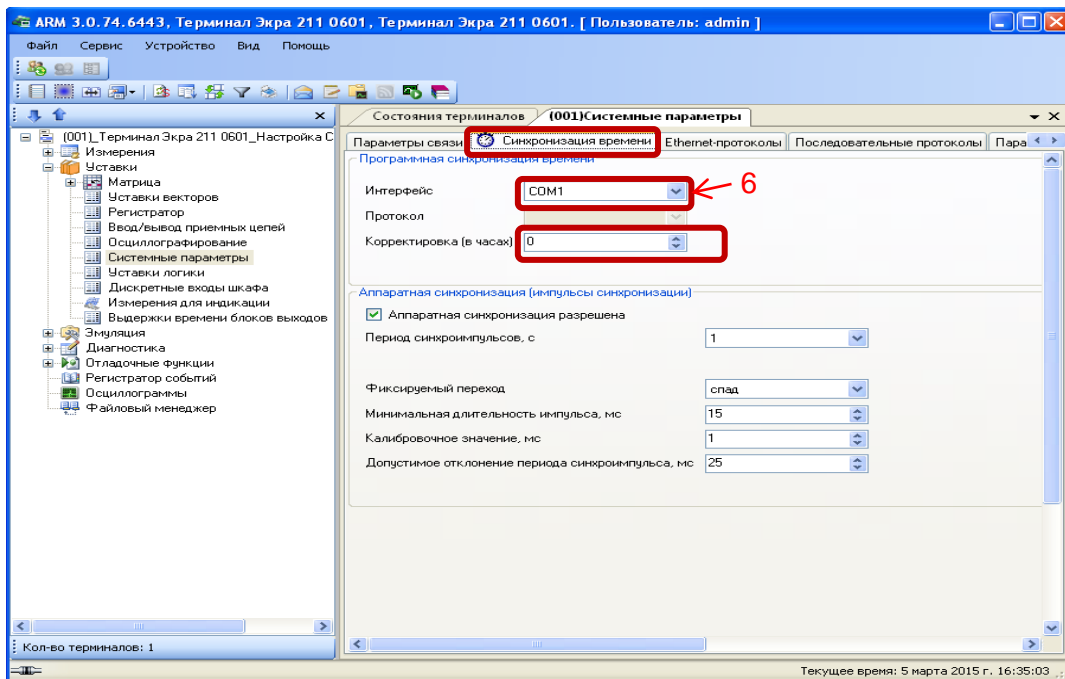

Рисунок 3 – Настройка синхронизации времени для протокола МЭК 60870-5-103
2.2.1 На вкладке **Синхронизация времени** в выпадающем списке **Интерфейс** выбрать интерфейс, на который назначен протокол **МЭК 60870-5-103** (см. рисунок 3, обозначение 6).
2.2.4 Если необходимо задать разницу во времени между терминалом и источником времени на вкладке **Корректировка (в часах)** (см. рисунок 3) выставить требуемую разницу в соответствии с проектом. Значение по умолчанию 0.